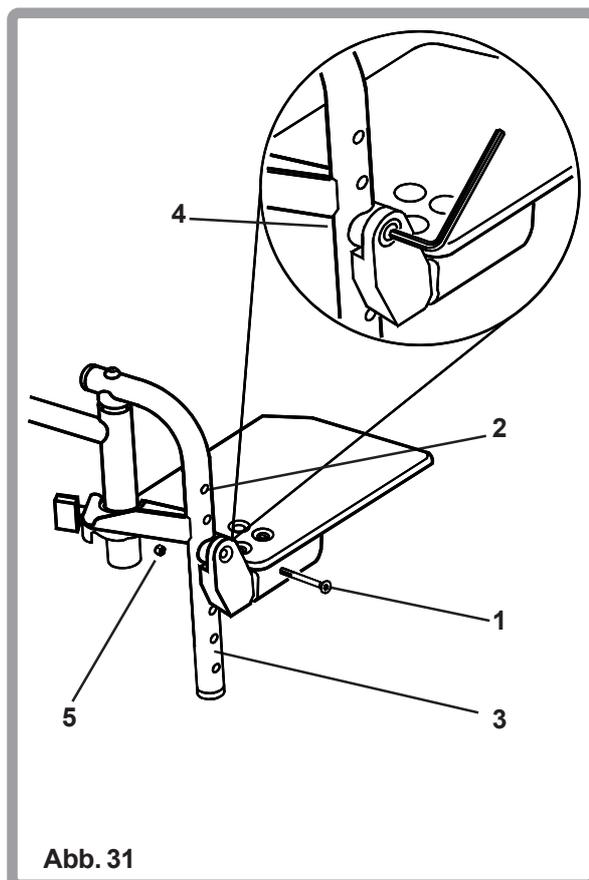

Abb. 31
Um die Höhe dieser Fussauflage einzustellen, entfernen Sie die Befestigungsschraube (1) mit der Mutter (5) und der Kunststoffscheibe (4). Nun bringen Sie die Fussauflage in die gewünschte Position, zentrieren die Drehhalterung in einer der Bohrungen (2) im Fusstützenrohr (3) und befestigen wieder die Schraube mit der Mutter und der Kunststoffscheibe (Abb. 31).